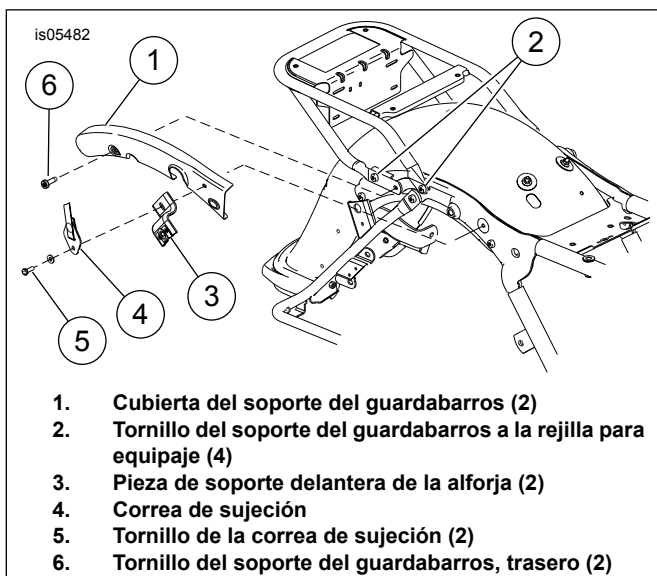

Figura 1. Extracción de la rejilla para equipaje
2. Vea la Figura 1. Extraiga los tornillos y las arandelas de la correa de sujeción (5), la correa de sujeción (4) y las piezas de soporte delanteras de la alforja (3). Guarde las piezas para la instalación.
3. Extraiga y deseche el tornillo del soporte del guardabarros trasero (6) y la cubierta del soporte del guardabarros (1). Repita los pasos para el otro lado.
4. Extraiga los sujetadores del soporte del guardabarros a la rejilla para equipaje (2) en cada lado.
1. Vea la Figura 1. Instale la pieza de soporte delantera de la alforja (3), la correa de sujeción (4), la arandela y el sujetador de la correa de sujeción (5). Apriete a 16–20 N·m (12–15 ft-lbs).